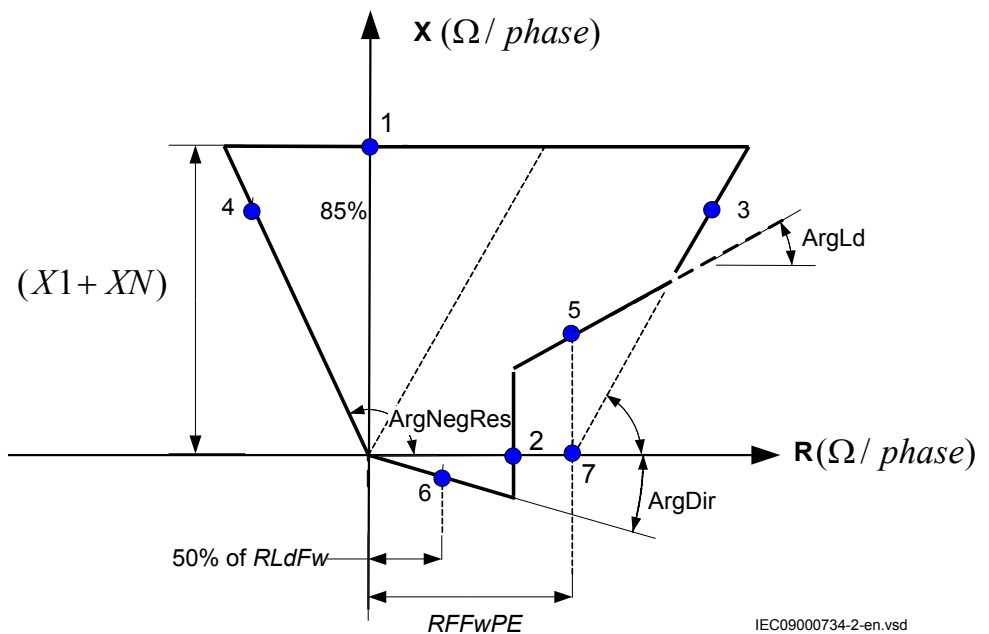

Figure 57: Caractéristiques de fonctionnement pour la fonction de sélection de phase, défauts monophasés dans le sens aval
Le tableau illustrant les points d'essai pour les boucles phase-terre est utilisé conjointement à la figure 57.
2. Appliquer la condition de défaut et diminuer lentement l'impédance mesurée pour atteindre la valeur de fonctionnement de la boucle phase-terreL3, au point d'essai 1, conformément à la figure 57. Comparer le résultat de la mesure avec la valeur indiquée dans le tableau 23.
3. Répéter les étapes 1 à 3 pour déterminer les valeurs de fonctionnement pour les points d'essai restants, conformément aux figures 57 et au tableau 23.